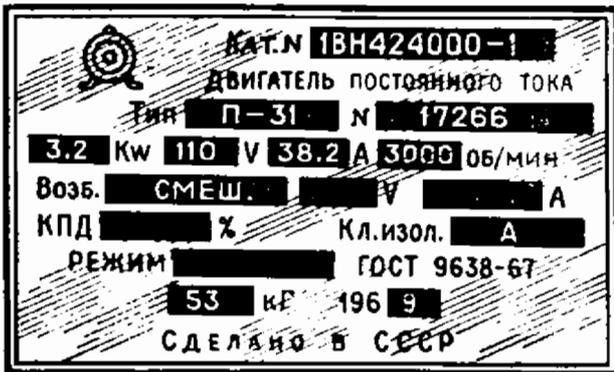

Рис. 14.7
14.7. По данным, содержащимся на паспортном щитке машины (рис. 14.7), определить ее номинальный момент и к. п. д.